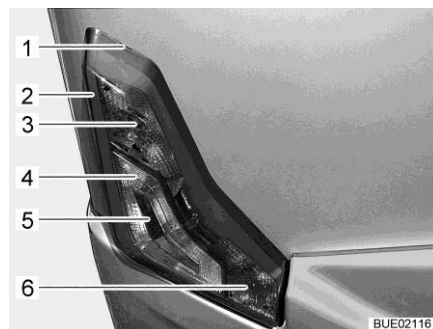

Fig. 309 Luci posteriori
- Infilare l'utensile piatto nell'intaglio (Fig. 309,1) e facendo leva sollevare con cautela l'involucro.